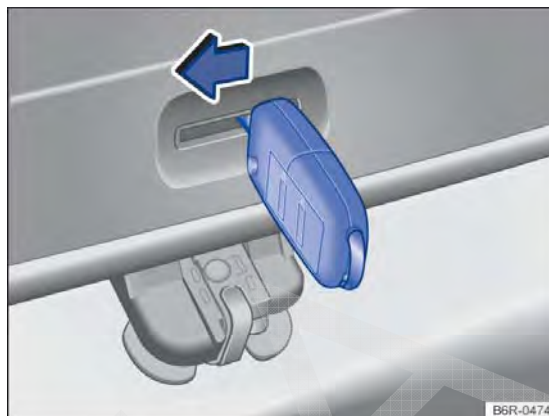

Fig. 157 Do lado de dentro do compartimento de bagagem: destravamento de emergência da tampa traseira.
- Inserir a haste da chave na abertura da tampa traseira → Fig. 157 e pressionar a alavanca de destravamento no sentido da seta, para destravar a tampa traseira.